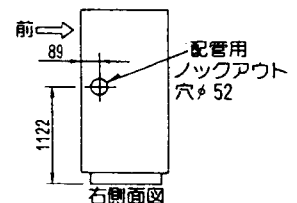

図3
- 3). 電磁弁と給水バルブセット⑥間の接続(電磁弁はタンクユニットに付属)
右側面パネルのノックアウト穴(図3)を打ちぬき、給水タンクユニット②の電磁弁と給水バルブセット⑥間を銅管⑦にて接続した後、銅管⑦に付属のプッシュにてプッシングしてください。(締付トルク30~50kg・cm)